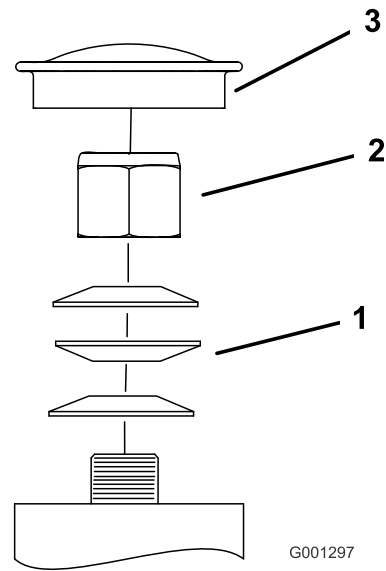

Figura 70
3. Retire el tapón anti-polvo de la rueda giratoria y apriete la contratuerca (Figura 70).
4. Apriete la contratuerca hasta que las arandelas de muelle estén planas, luego afloje 1/4 de vuelta para establecer la pre-carga correcta de los cojinetes ().Figura 70
Importante: Asegúrese de que las arandelas de muelle están correctamente instaladas, según se muestra en Figura 70.
5. Coloque el tapón anti-polvo (Figura 70).